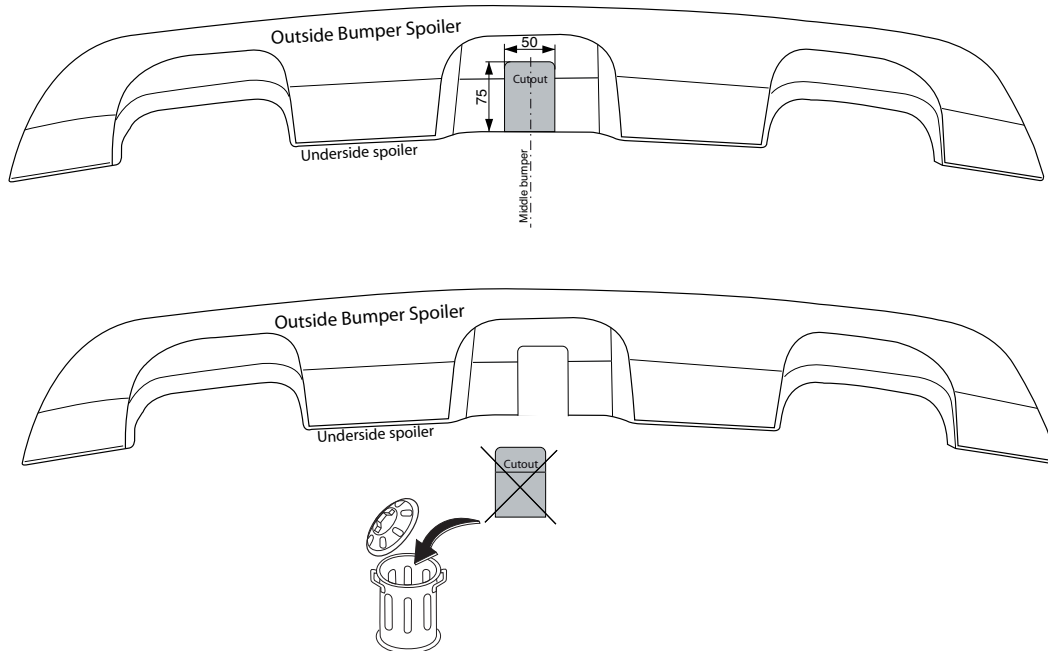

Fig. 2
4. Zaag een deel overeenkomstig fig. 2 uit spoiler.
4. Saw out a portion of the spoiler as shown in figs. 2.
4. Den angegebenen Teil gemäß Abb. 2 dem Spoiler herauserschneiden.
4. Découper un morceau du spoiler conformément aux fig. 2.
4. Sav et stykke ud af spoileren ifølge fig. 2 .